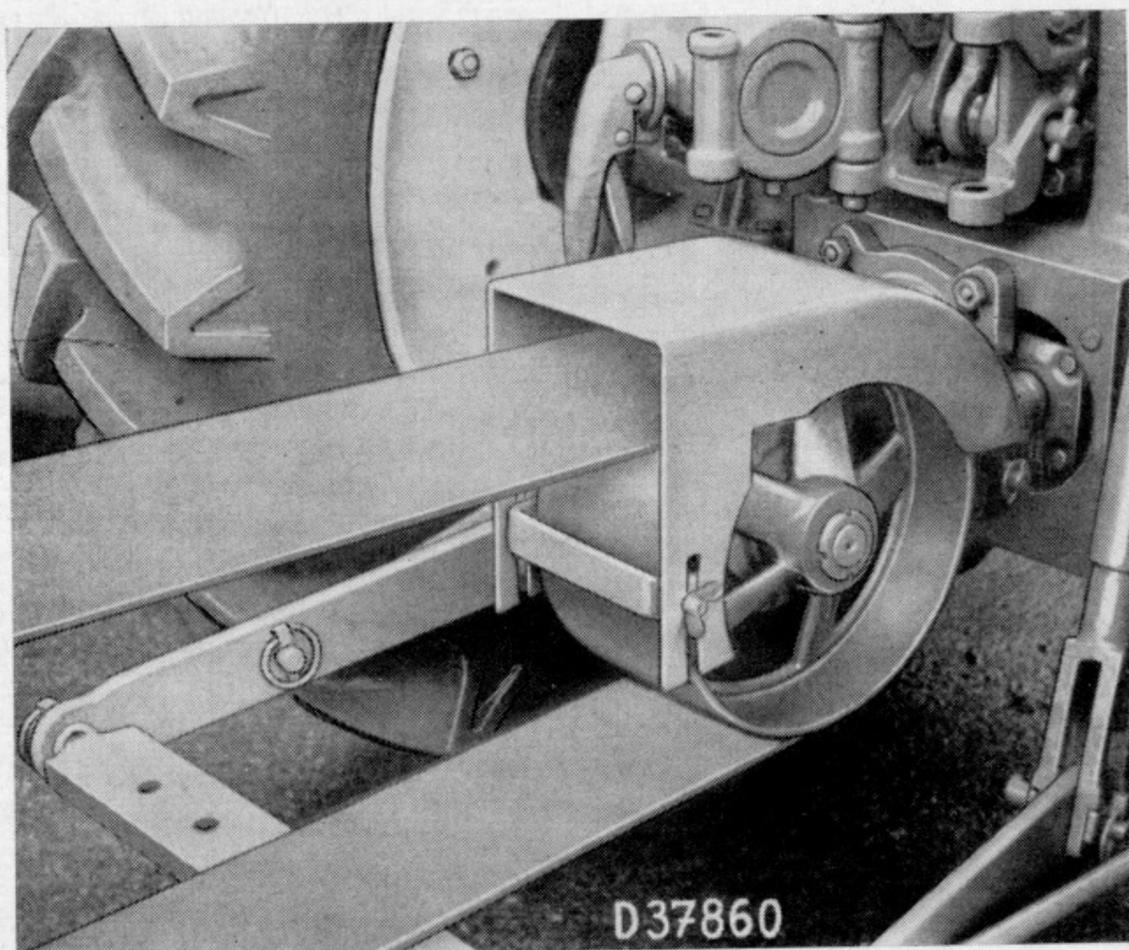

Bild 164.
Vor jeder **Inbetriebnahme** der Riemenscheibe Ölfüllung durch Herausschrauben der Kontrollschraube 2 (siehe Bild 164 a) prüfen und nötigenfalls Getriebeöl **SAE 80** oder **SAE 90** durch die obere Öffnung 1 nachfüllen, bis es aus der Kontrollöffnung fließt. Einfüll- und Kontrollöffnungen verschließen (0,55 Ltr.). Beim Antrieb von stauberzeugenden Maschinen (z. B. bei Standdrusch) Schlepper auf die Windseite stellen, damit er reine Luft ansaugt.
**Alle 100 Betriebsstunden** der Riemenscheibe Kontrollschraube 2 (Bild 164 a) heraus-schrauben, Ölstand prüfen und nötigenfalls frisches Getriebeöl **SAE 80** oder **SAE 90** bis zum Rande der Kontrollöffnung nachfüllen.
Bild 164 a.